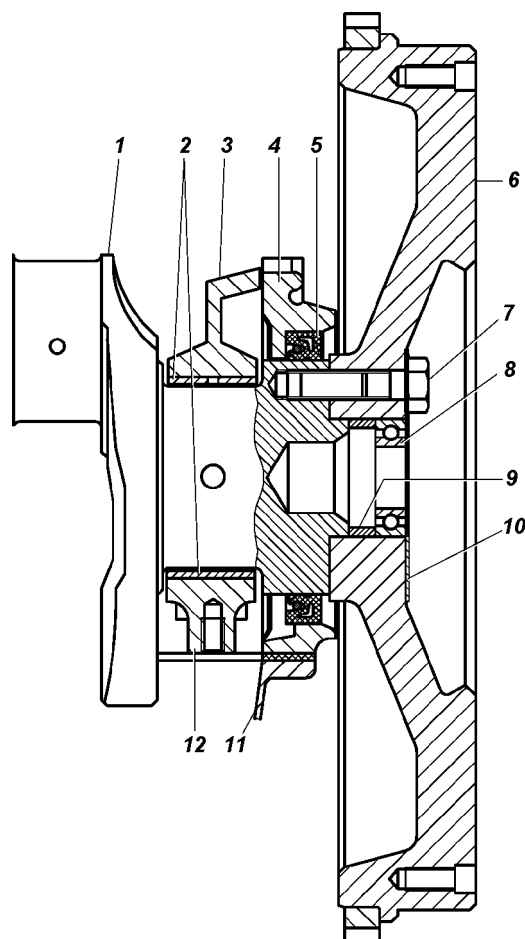

Рис. 4.32. Задний конец коленчатого вала:
- снимите задний сальниководержатель 4 (рис. 4.32);
- снимите крышки коренных подшипников (рис. 4.32, 4.33, 4.34) коленчатого вала вместе с вкладышами и упорными полушайбами, проверив правильность меток на крышках;